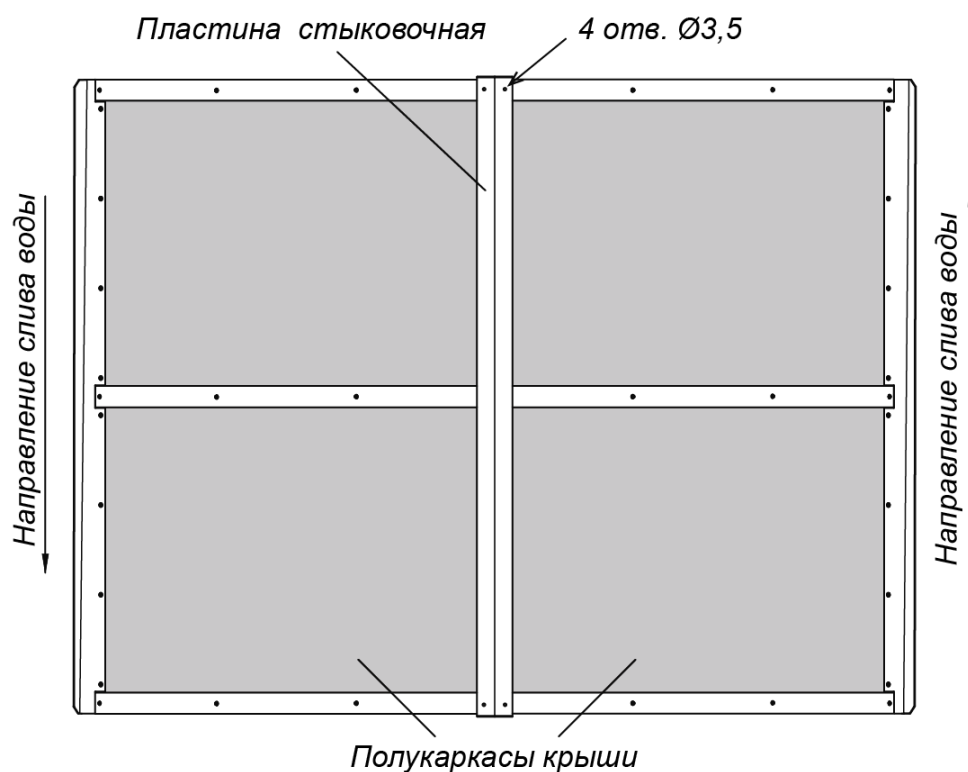

Рисунок 6. Вид сверху соединенных полукаркасов (1) и (2) с установленной стыковочной пластиной (6)
12. Установите стыковочную пластину, зафиксировав ее саморезами 4,2×16 (4 шт.), предварительно просверлив по месту отверстия сверлом Ø3,5 (см. рис. 6).